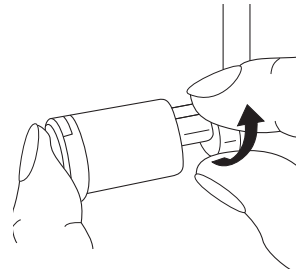

Bild 92
- Sätt den rörliga, övre kniven **18** i viloläge (bild 92). Tyget skärs inte av vid den här typen av söm.